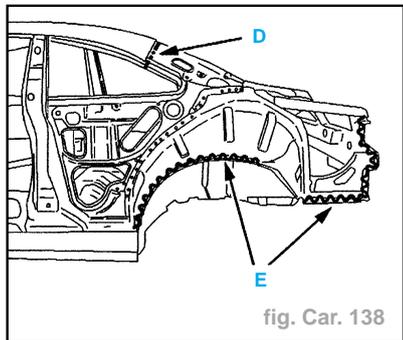

fig. Car. 138
- Retoucher la coupe (suivant **D**) (fig. Car. 138) (coupe définitive).